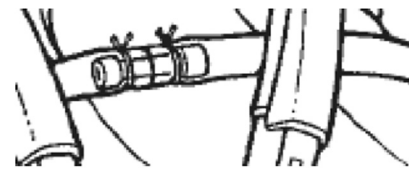

Figura 4-37. Conector cu legarea firelor de sutură
5. Treceți firul de sutură pe partea opusă a conectorului și utilizați aceeași tehnică de legare. (Figura 4-37)